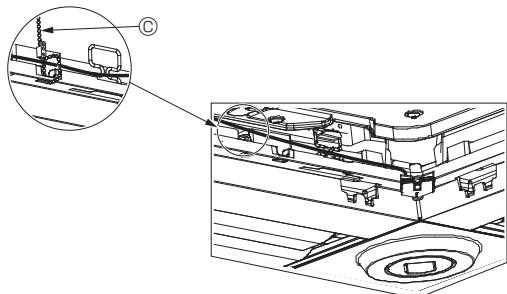

Fig. 5-13
- Fissare i cavi dell'i-See sensor e del ricevitore di segnale al pannello con il dispositivo di attacco come illustrato nello schema, in modo che non siano allentati, quindi tagliare l'estremità in eccesso del dispositivo di attacco. (Fig. 5-13)
- Se la posizione dell'i-See sensor è stata modificata dalla posizione “○” (E) alla posizione “□” (F), modificare le impostazioni degli interruttori. (Fare riferimento alla pagina 95.)